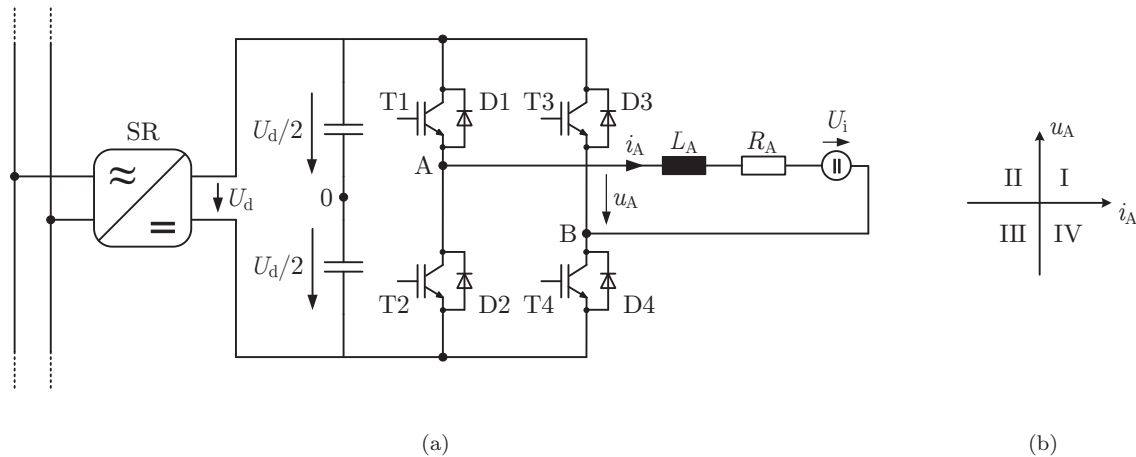
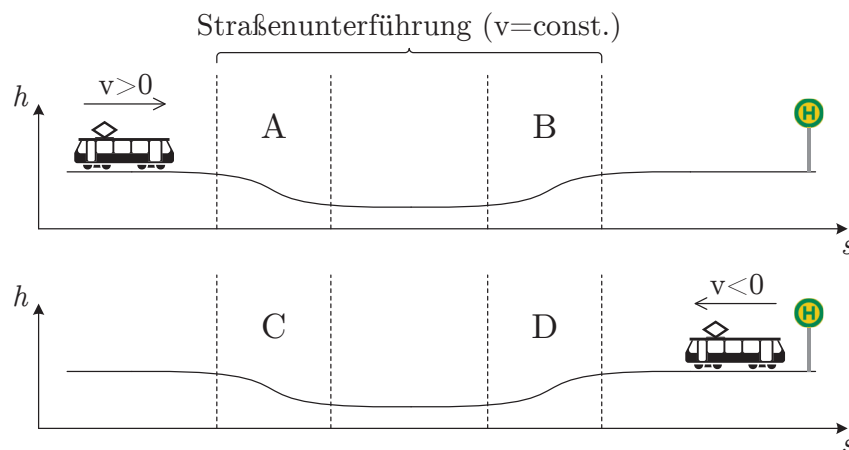

Abbildung 4: (a) Vierquadrantensteller mit angeschlossener Gleichstrommaschine
Abbildung 5: Streckenverlauf der Straßenbahn
- f) Auf einer eingleisigen Linie fährt die Straßenbahn vor bzw. nach der Endhaltestelle mit konstanter Geschwindigkeit v durch eine Straßenunterführung (Abbildung 5). Die Zwischenkreisspannung beträgt $U_d = 300\text{ V}$. Ordnen Sie die von der Steuerelektronik ausgegebenen Wertepaare 1-4 von Modulationsgrad m und Gegenspannung U_i in Tabelle 1 den Streckenabschnitten A-D zu und geben Sie gemäß Abbildung 4(b) den zugehörigen Quadranten des Vierquadrantenstellers an.